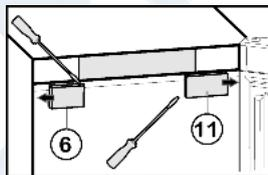

Fig. 5
- ▶ Снятие крышки со стороны ручки Fig. 5 (6): справа выведите из фиксатора при помощи плоской отвертки и сдвиньте наружу.
- ▶ Снятие крышки со стороны шарнира Fig. 5 (11): слева выведите из фиксатора при помощи плоской отвертки и сдвиньте наружу.
► Установите крышку Fig. 5 (6) снаружи со стороны шарнира с поворотом на 180° и защелкните ее.
► Установите крышку Fig. 5 (11) снаружи со стороны шарнира с поворотом на 180° и защелкните ее.